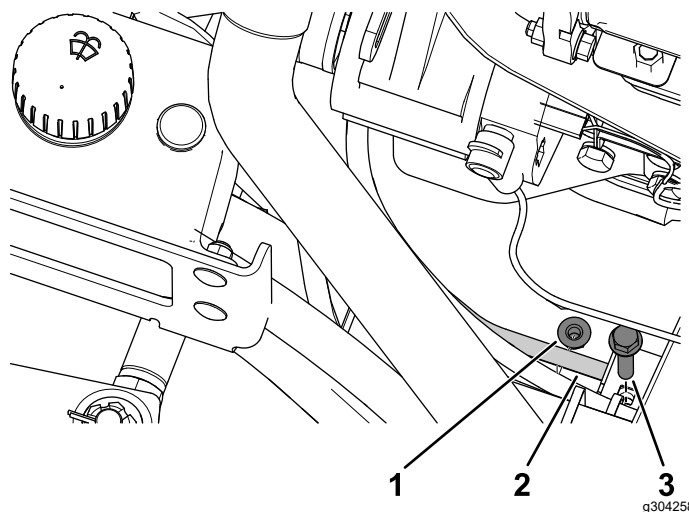

Figura 32
12. Rimuovete il bullone e il dado dal supporto del circuito idraulico (Figura 32).